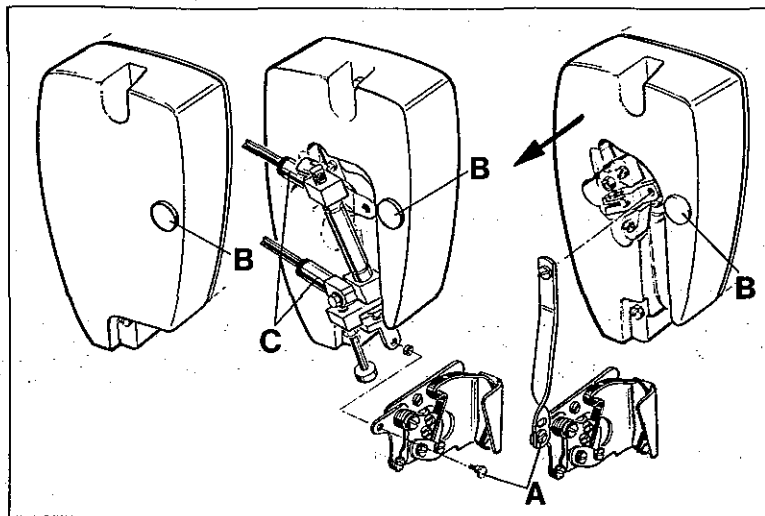
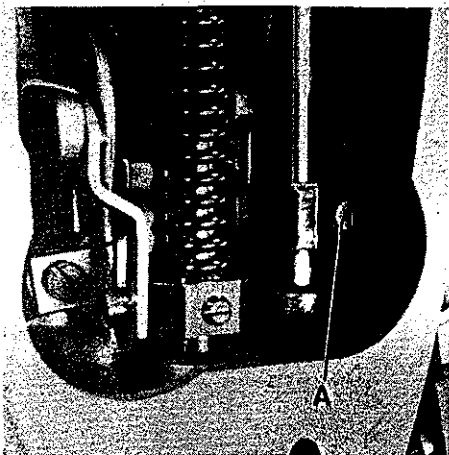
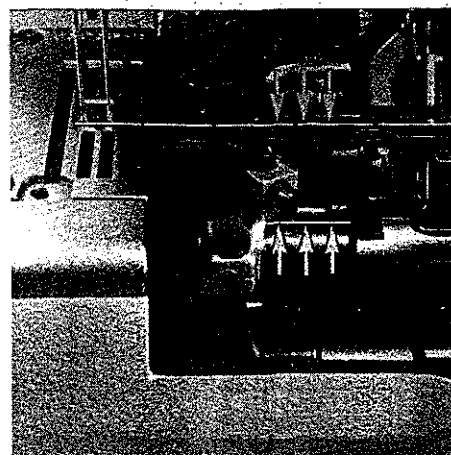
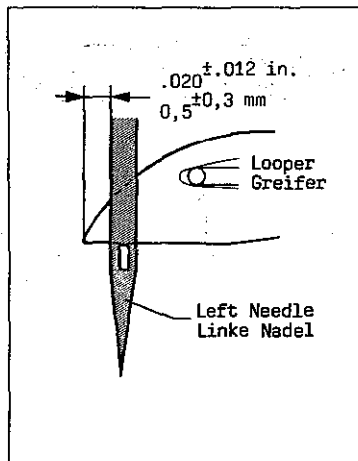

Fig.18
Fig. 19
Fig.20
Fig. 22
1. Remove the head cover\*, presser foot and feed dogs. For removing the head cover on styles with thread wiper also shoulder screw (A, Fig. 18) on bell crank lever of thread wiper has to be screwed out. On styles equipped with pneumatic thread wiper additionally the PA-tubes have to be disconnected on the straight connectors (C) of the air cylinder. On styles with solenoid operated thread wiper the head cover has to be removed horizontally (in direction of the arrow) to avoid damaging of plug and receptacle.
3. Loosen screw (A, Fig. 19) and turn needle bar as required, so the needles center in the needle holes of throat plate and are parallel to the looper shaft (see Fig. 20). This can be checked by holding a ruler against the needles.
4. Retighten screw (A, Fig. 19).
1. Entfernen Sie den Kopfdeckel\*, Drückerfuß und Transporteur. Zum Entfernen des Kopfdeckels muß bei Maschinen mit Fadenzieher auch die Ansatzschraube (A, Fig. 18) am Winkelhebel des Fadenziehers herausgedreht werden. Bei Maschinen, die mit pneumatischem Fadenzieher ausgerüstet sind, müssen zusätzlich die PA-Schläuche an den geraden Verschraubungen (C), am Luftzylinder gelöst werden. Bei Maschinen mit magnetisch betätigtem Fadenzieher muß der Kopfdeckel horizontal (in Pfeilrichtung) abgezogen werden, damit Stecker und Steckbuchse nicht beschädigt werden.
3. Lösen Sie die Schraube (A, Fig. 19) und drehen Sie die Nadelstange so, daß die Nadeln mittig in die Stichlöcher der Stichplatte einstechen und parallel zur Greiferwelle stehen (siehe Fig. 20). Dies kann durch Anlegen eines Lineals an die Nadeln geprüft werden.
4. Ziehen Sie die Schraube (A, Fig. 19) wieder an.
\* The needle bar can also be aligned and set to height without removing the head cover. For this, remove plug (B, Fig. 18) in the head cover to have access to screw (A, Fig. 19) in the needle bar connection. Remount the plug.
\* Die Nadelstange kann auch ohne Abbau des Kopfdeckels ausgerichtet und auf die Höhe eingestellt werden. Entfernen Sie dazu den Verschußstopfen (B, Fig. 18) im Kopfdeckel, damit die Schraube (A, Fig. 19) im Nadelstangen-Mitnehmer zugänglich wird. Montieren Sie den Verschußstopfen wieder.
The height of needle bar is correct, when the looper point at its travel from right to left is 0,5 mm (.020 in.) left of the left needle (see Fig. 22) and the top of the needle eye is flush with the underside of the looper. For adjustment loosen screw (A, Fig. 19)\* and move needle bar up or down as required. Retighten screw (A).
Die Nadelstangenhöhe ist richtig eingestellt, wenn die Greiferspitze bei ihrem Weg von rechts nach links 0,5 mm links der linken Nadel steht (siehe Fig. 22) und Oberkante Nadelöhr und Unterkante Greifer in gleicher Höhe stehen. Lösen Sie für diese Einstellung die Schraube (A, Fig. 19)\* und schieben Sie die Nadelstange nach Bedarf nach oben oder unten. Ziehen Sie die Schraube (A) wieder an. Beachten Sie, daß bei dieser Einstellung die Nadelstange nicht verdreht wird.
\* Die Nadelstange kann auch ohne Abbau des Kopfdeckels ausgerichtet und auf die Höhe eingestellt werden. Entfernen Sie dazu den Verschlußstopfen (B, Fig. 18) im Kopfdeckel, damit die Schraube (A, Fig. 19) im Nadelstangen-Mitnehmer zugänglich wird. Montieren Sie den Verschlußstopfen wieder.